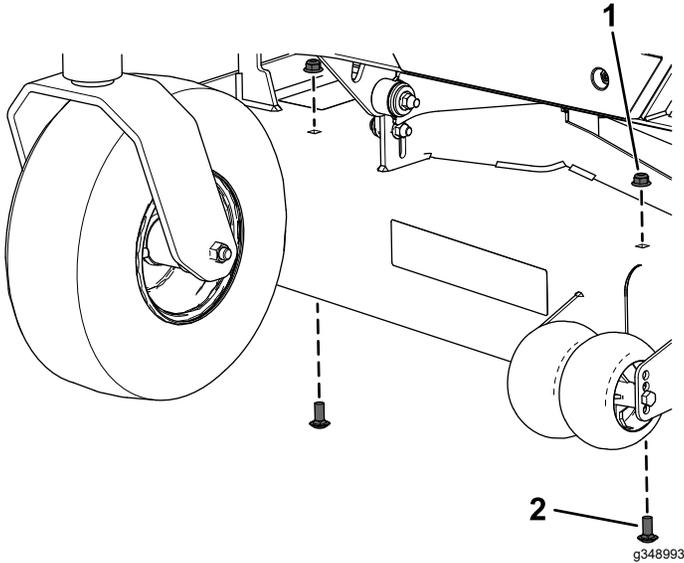

Figura 3
2. Remova os dois parafusos de carroçaria e duas porcas de bloqueio na parte frontal da plataformas do cortador (**Figura 3**).